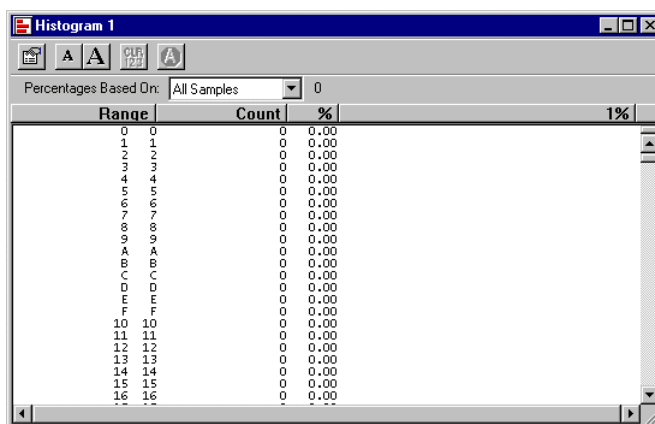

図 F-16 : 1 データ値に 1 レンジが対応するように変更したヒストグラム・ビュー
7. <OK>ボタンをクリックすると、図 F-16 のようにヒストグラム・ビューの[Range]が変更されます。